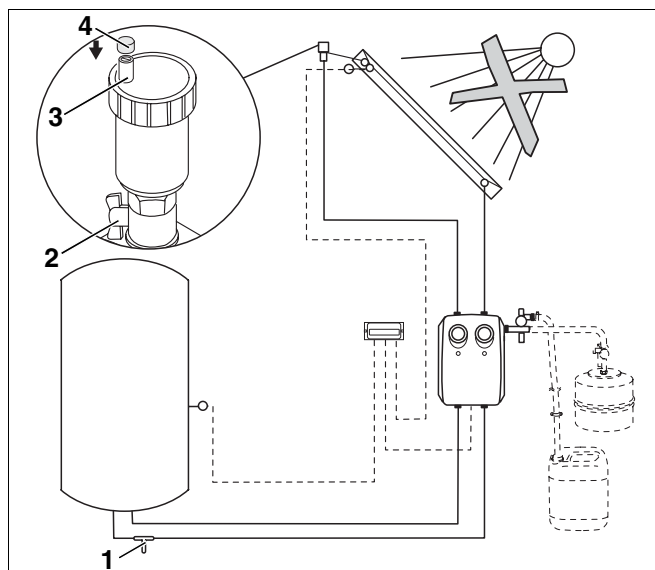

Fig. 12 Apertura del purgador
El equipo solar se purga a través del tornillo de cierre (fig. 12, **pos. 3**). Para que no pueda penetrar humedad en el purgador a través del tornillo de cierre, la tapa de protección de intemperie (fig. 12, **pos. 4**) debe estar posicionada siempre sobre este tornillo.
- ▶ Abra el purgador abriendo a su vez la llave esférica (fig. 12, **pos. 2**).
- ▶ Abra el purgador desenroscando una vuelta el tornillo de cierre (fig. 12, **pos. 3**).